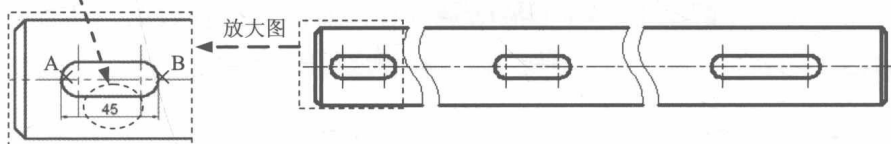

图 1.1.22 创建线性标注
(1) 创建线性标注。选择下拉菜单 **标注(B) → 线性(L)** 命令, 分别单击图 1.1.22 中的 A、B 两点, 在绘图区的空白区域单击, 以确定尺寸放置的位置。